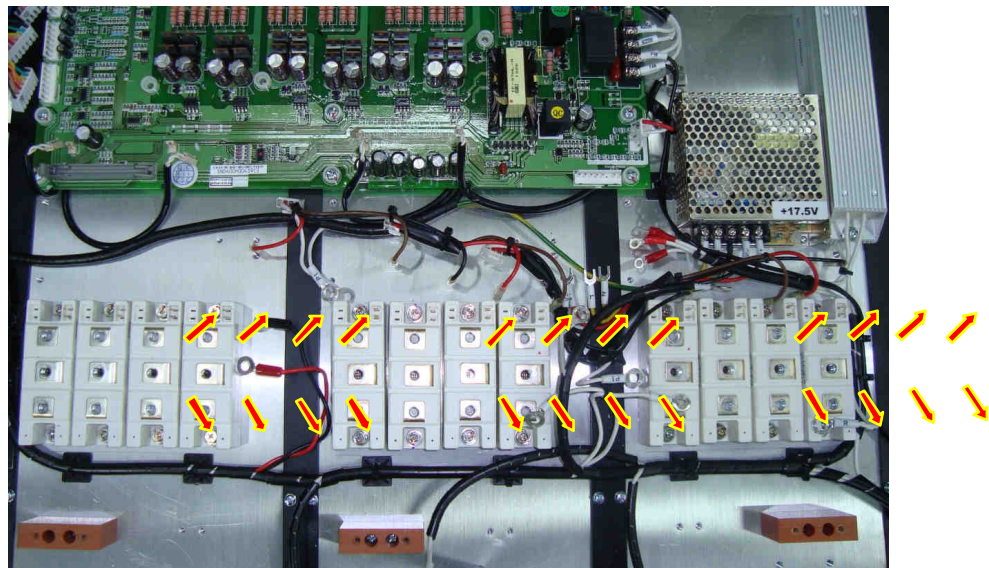

Рис. 6.33.
6.17.2. Отсоединить провода управления от диодно-тиристорных модулей и выкрутить 24 винта крепления модулей (рис. 6.33, красные стрелки). Демонтировать диодно-тиристорные модули. Положить модули и винты в тару.